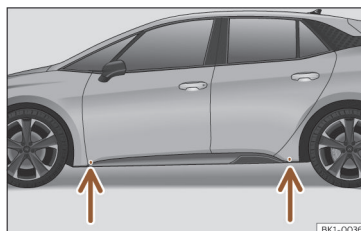

Abb. 195 Aufnahmepunkte für den Wagenheber.
- Suchen Sie am Längsträger die Markierung des Wagenheberaufnahmepunktes (Eindrückung), die dem zu wechselnden Rad am nächsten liegt >>> (**Abb. 195**).